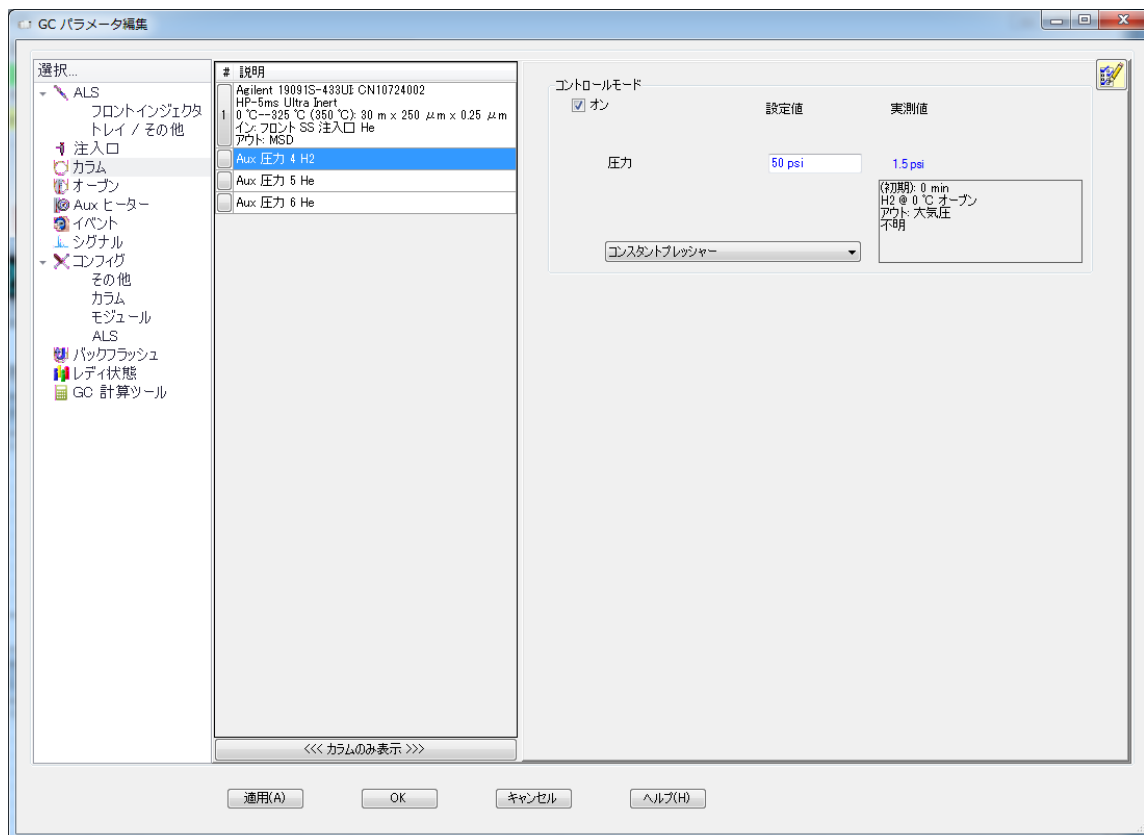

図 12 Self-Cleaning イオン源用ガス流量の設定
- 3 左側の [選択] エリアから、[Aux EPC 4 H2] を選択します。図 12 を参照してください。圧力をオンにし、[コンスタントプレッシャ] モードで 345 kPa (50 psi) に設定します。